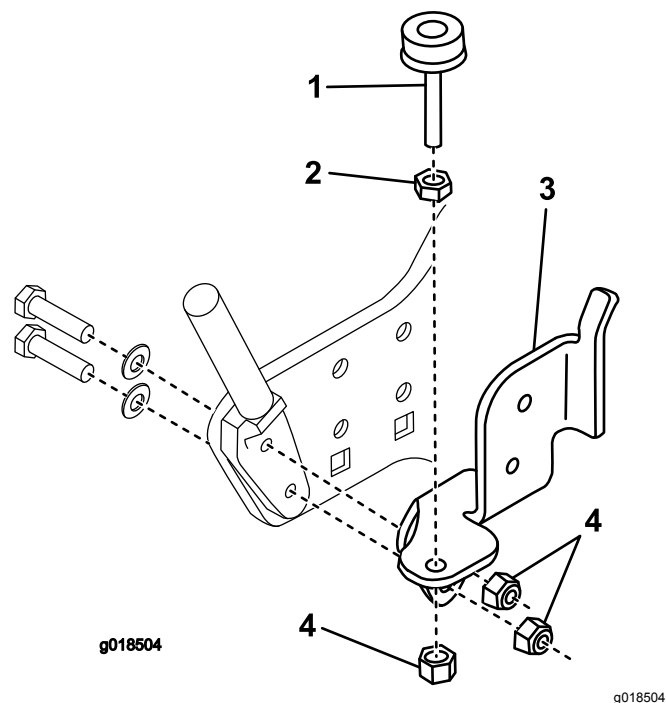

Figure 5
3. Fixez la tige de montage du bac à herbe à la plaque gauche avec 2 boulons entièrement filetés (5/16" x 1 1/2") neufs et les 2 rondelles retirées précédemment (Figure 5).
4. Enfilez le support de brosse gauche sur le boulon et fixez-le avec 2 contre-écrous (5/16"), comme montré à la Figure 5.
5. Serrez légèrement la vis de réglage de niveau dans le support de brosse avec un écrou de blocage (5/16") et un contre-écrou (5/16"), comme montré à la Figure 5.